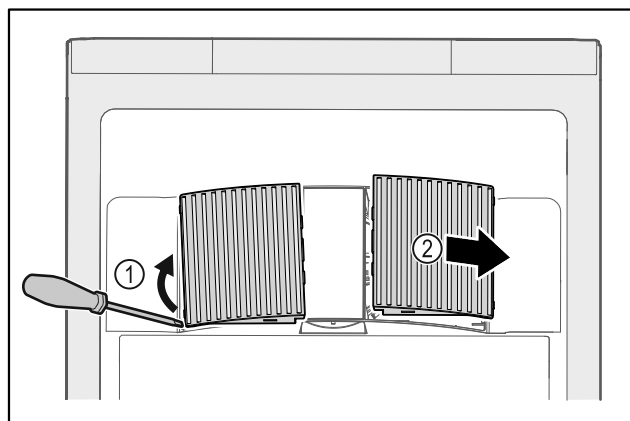

Fig. 46
- ▶ Z boku opatrně vytáhněte ventilátorové kryty Fig. 46 (1) a sejměte je směrem dopředu Fig. 46 (2).